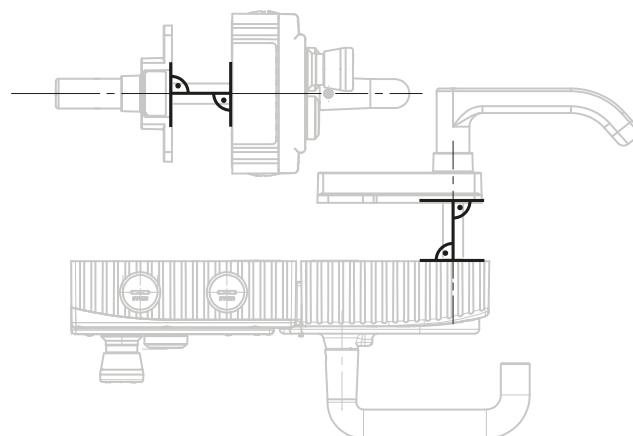

Рис. 8. Приклад монтажу для дверей з правим упором (оглядове зображення)
- › Вирівняти вісь розблокування для евакуації під прямим кутом до модуля ручки. Див. Рис. 4 та Рис. 8.
Етапи монтажу описані на Рис. 8 та Рис. 9 – Рис. 14.